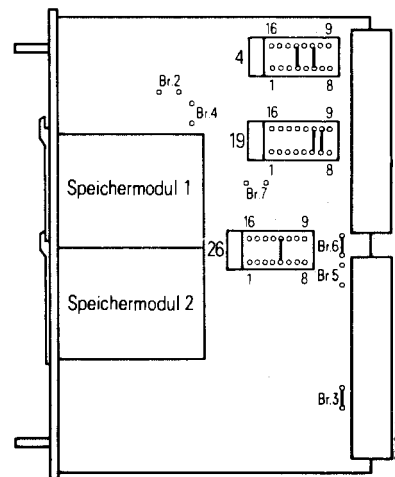

Bild 6 Speicherbaugruppe 350/2
- Brücken 4.4–13 und 4.6–11 einlegen (Bild 6).
- Brücken 19.6–11 und 19.7–10 einlegen (Bild 6).
- Brücke 26.5–12 einlegen (Bild 6).